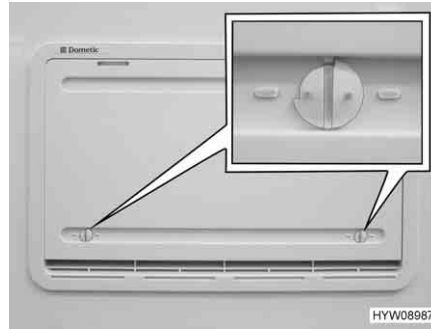

Fig. 175 Protection hivernale
Quand le réfrigérateur doit être utilisé à basses températures extérieures, le fabricant recommande d'employer une protection hivernale (Fig. 175) pour ses grilles d'aération du réfrigérateur.
- Ouvrir les deux dispositifs de verrouillage (Fig. 175) (la rainure est à l'horizontale).